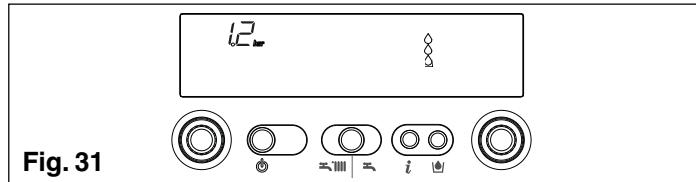

Fig. 31
**Info 2** visualiza la presión de llenado instalación (fig. 31)